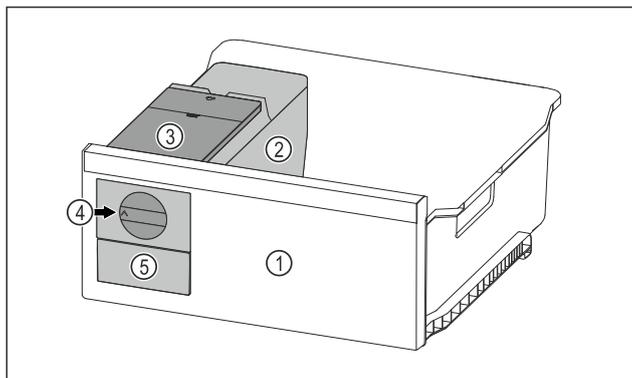

Fig. 79 Immagine a titolo di esempio
- ▶ Ruotare la manopola Fig. 79 (4) verso destra finché non si arresta.
▷ I cubetti di ghiaccio cadono dalla ciotola dei cubetti di ghiaccio nel cassetto dei cubetti di ghiaccio Fig. 79 (5). Se non tutti i cubetti di ghiaccio fuoriescono dalla ciotola dei cubetti di ghiaccio: